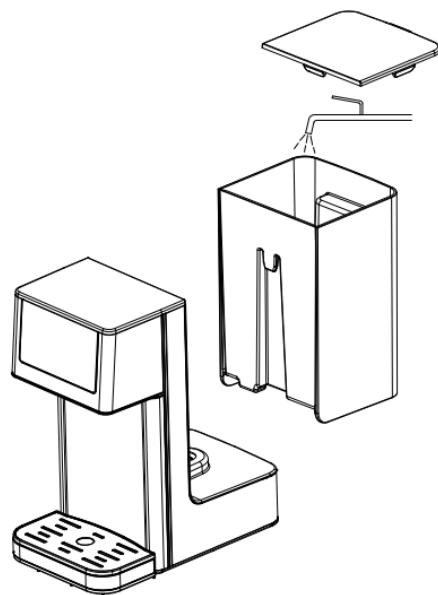

Рис. 1
- Вы можете снять резервуар для воды (6) и наполнить его водой (рис. 1), установите резервуар (6) на место и закройте его крышкой (5).
- Поставьте чашку, необходимого объёма, на решётку (2) съемного поддона для капель воды (1), убедитесь, что чашка находится под носиком для слива воды (3).
- Для разблокировки термопота, нажмите и удерживайте кнопку (16)  в течение примерно 3-5 секунд.
- Нажатием кнопки (14) , установите нужный объем подачи воды: 100 мл, 200 мл, 300 мл, 400 мл, 000 (непрерывная подача воды), установленный объём подачи воды отобразится цифровыми символами (18).
- Нажатием кнопки (15)  установите нужную температуру подачи воды: 45, 55, 65, 75, 85, 100°C, 000 (вода нормальной температуры), установленная температура подачи воды отобразится цифровыми символами (19).
- Для включения подачи воды нажмите кнопку (13)  , через 5-10 секунд вода будет непрерывно